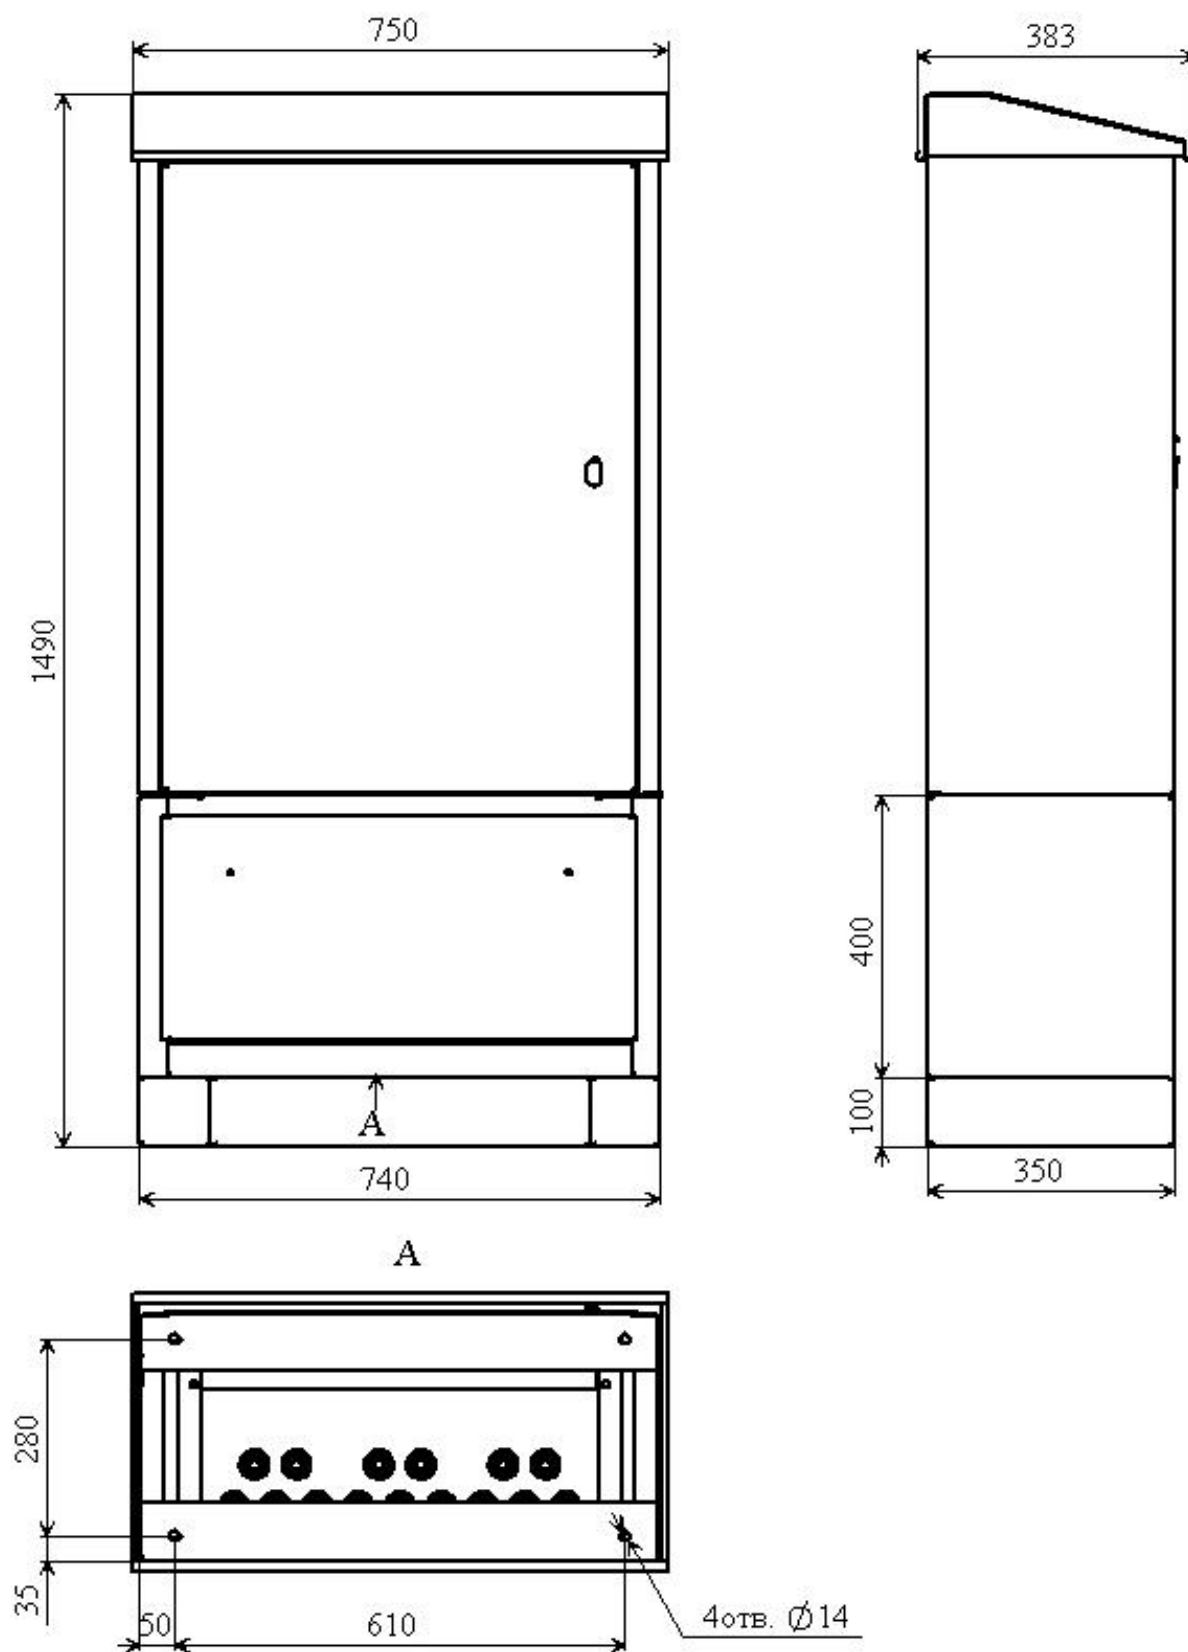

Рис. 5. Габаритный чертеж шкафа ШРУД -2/600
5.1.12. Стык конуса воронки с оболочкой кабеля обмотать 4-5 слоями ПВХ. При этом каждый последующий слой должен перекрывать предыдущий на 50 %. На рис. 5 показан конец кабеля, подготовленный к герметизации.